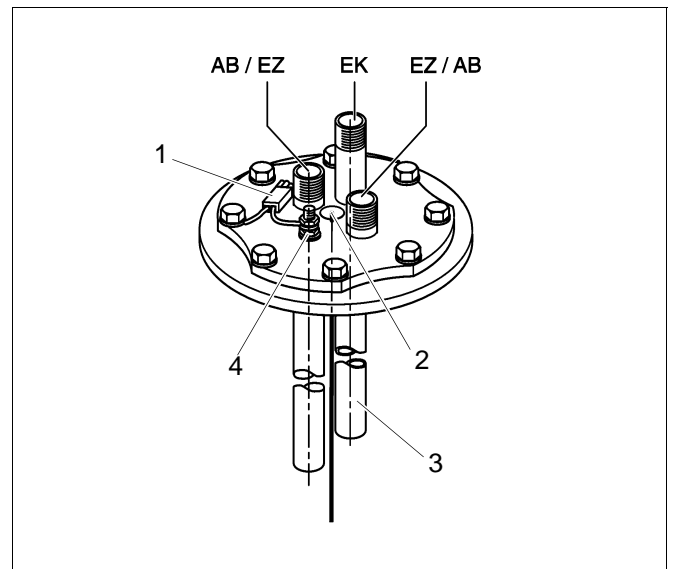

Fig. 12
- Controllare che l'anodo di magnesio sia montato ed il cavo di terra collegato (fig. 12).
- Congiungere la spina del cavo di terra con il cavo dell'apparecchio di regolazione (solo per apparecchio di regolazione Ecomatic 4000 - fig. 12).
Leggenda per fig. 12:
- Inserire l'asola del cavo di terra ed avvitare i bulloni esagonali (fig. 12).